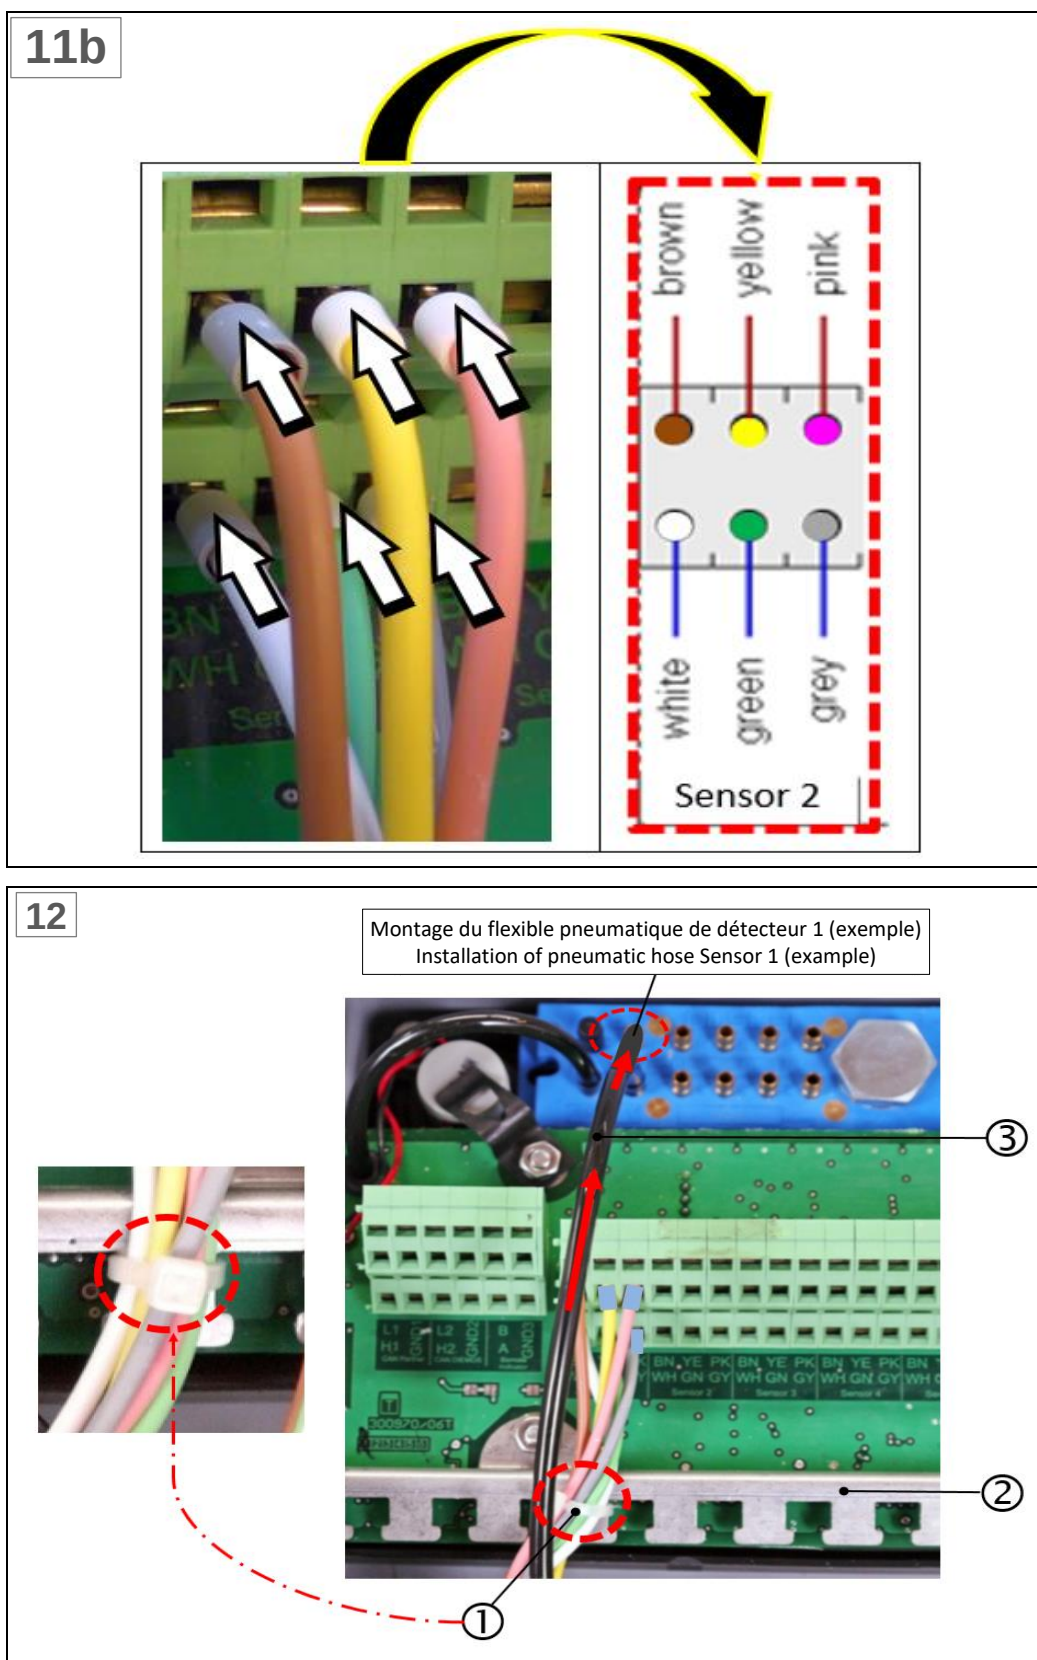

Fig. : 10 : Installation au moyen d'un procédé de sertissage, câble hybride, unité centrale VN301plus (étapes 11 à 12)
- ▶ Le flexible pneumatique [③] ne doit pas être fixé avec un serre-câble sur la tôle de maintien des serre-câbles ou autre. (Fig. 10)